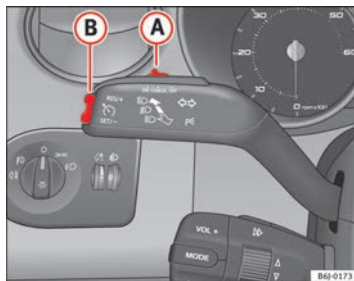

Abb. 113 Blinker- und Fernlichthebel: Schalter und Wippe für die Geschwindigkeitsregelanlage
- Drücken Sie den oberen Teil der Wippe **RES** ⇒ Abb. 113 **(A)**, um die Geschwindigkeit zu erhöhen. Solange Sie die Wippe gedrückt halten, beschleunigt das Fahrzeug. Sobald Sie die Wippe loslassen, wird die neue Geschwindigkeit gespeichert.
Wenn Sie die gespeicherte Geschwindigkeit durch Treten des Bremspedals verringern, wird die Geschwindigkeitsregelanlage deaktiviert. Sie können durch einmaliges Drücken des oberen Teils der Wippe **RES+** ⇒ Abb. 113 **B** die Regelung wieder aufnehmen.